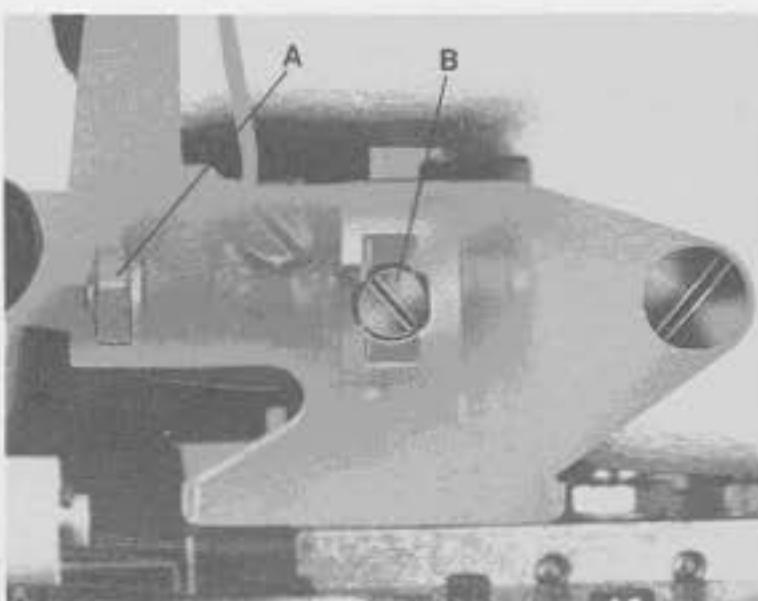

Fig.43
The amount of spreader travel from extreme left to extreme right position can be increased or reduced if required. For adjustment loosen nut (A, Fig. 43), turning screw (B) clockwise reduces and turning it counterclockwise increases the amount of spreader travel.
Der Weg des Leggers von der linken zur rechten Endstellung kann bei Bedarf, vergrößert oder verkleinert werden. Zur Einstellung lösen Sie die Mutter (A, Fig. 43), drehen der Schraube (B) im Uhrzeigersinn verkleinert und drehen im Gegenuhrzeigersinn vergrößert den Legerweg. Ziehen Sie die Mutter (A) wieder an.